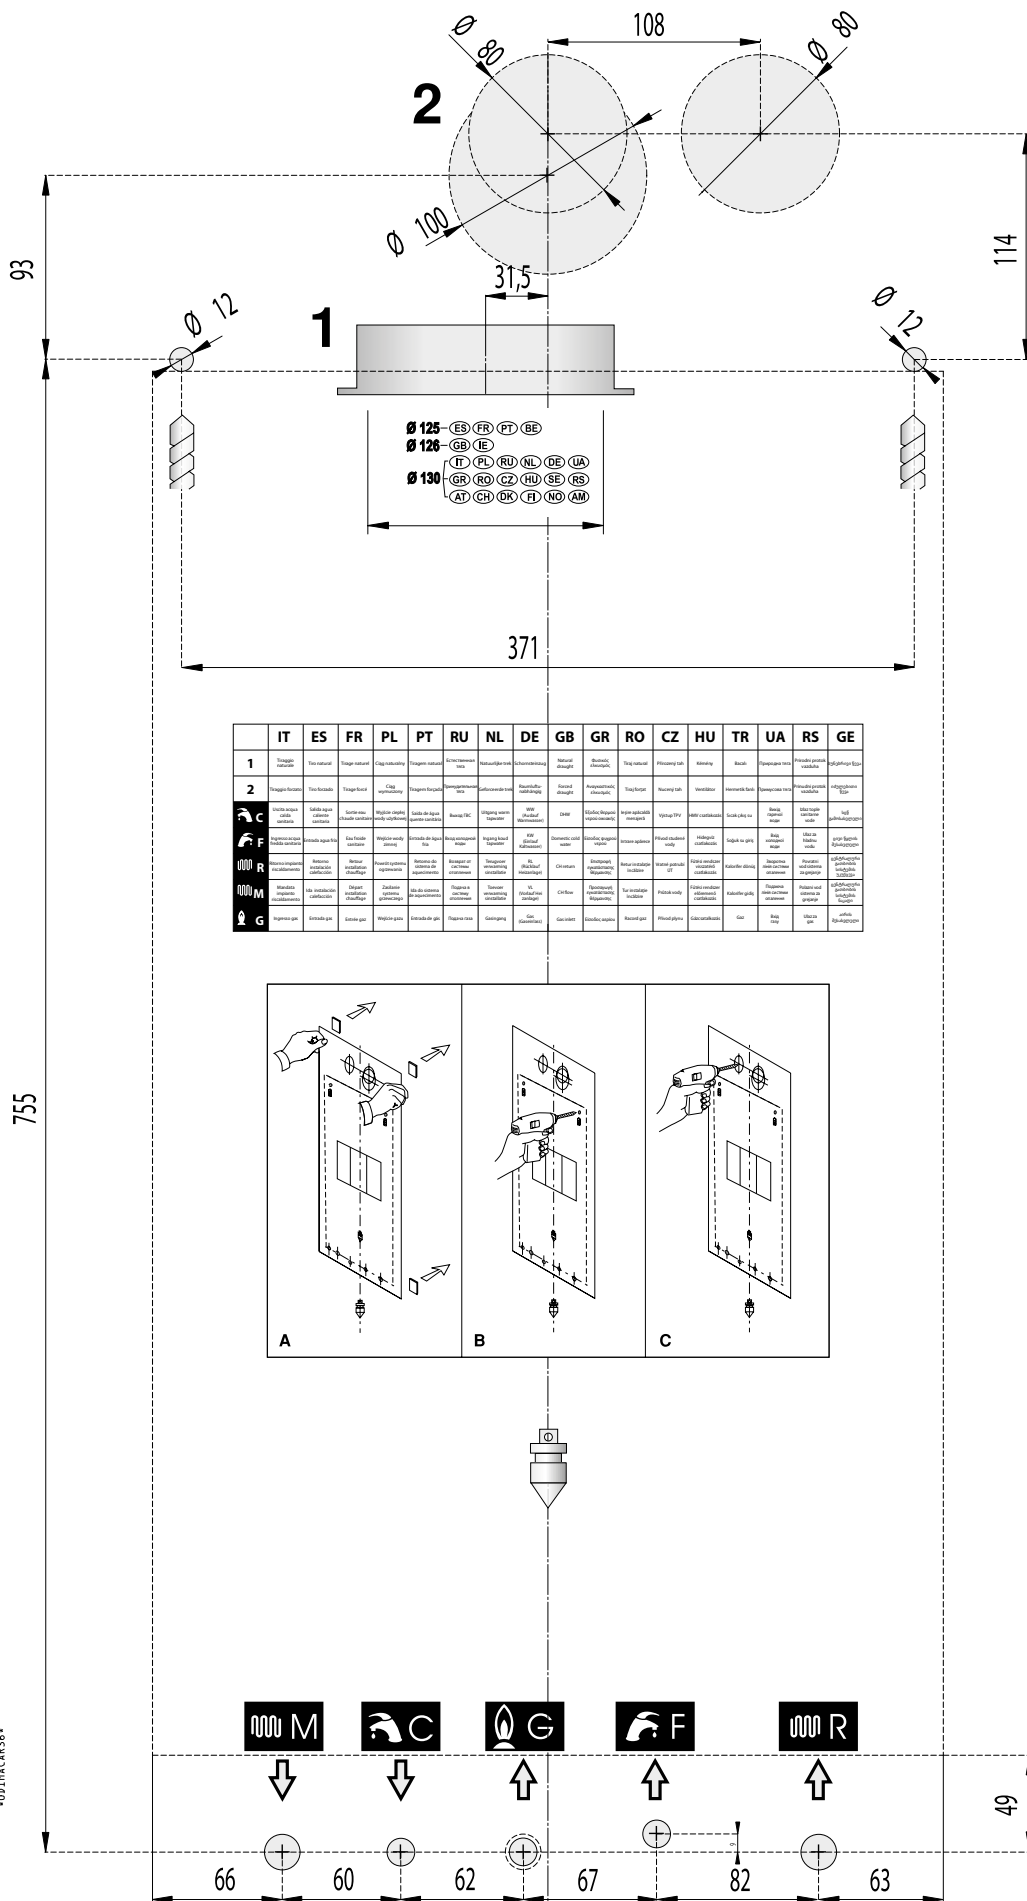

Рис. 7 Паперовий шаблон.
- монтажний паперовий шаблон (див. Рис. 7 Паперовий шаблон.).
Кожний котел забезпечений спеціальним паперовим шаблоном, що знаходиться в упаковці (див. Рис. 7 Паперовий шаблон.). Кожен котел забезпечений спеціальним паперовим шаблоном, що знаходиться в упаковці (рис. 8), який дозволяє підготувати труби для підключення до системи опалення, до лінії води санітарного призначення, до газової магістралі і труби подачі повітря та відводу димових газів в момент їх розведення, тобто до початку установки котла на вибране місце.